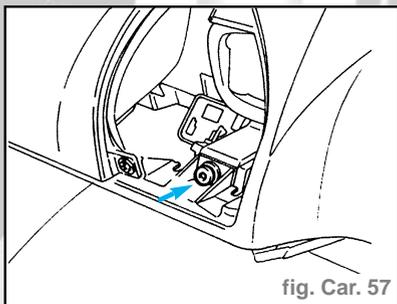

fig. Car. 57
- Dévisser la vis indiquée de fixation du tableau de bord, côté Droit (fig. Car. 57).